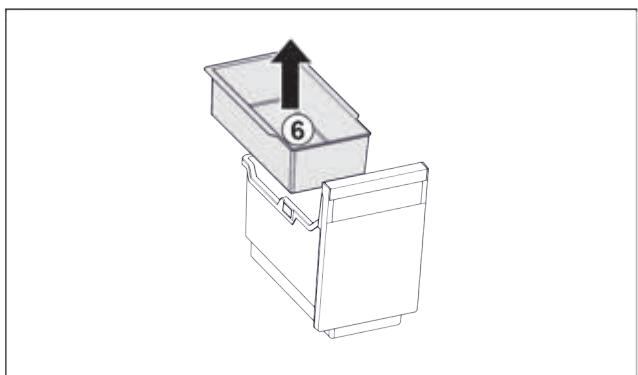

Fig. 85
- Вийняти підвісний лоток Fig. 85 (6).